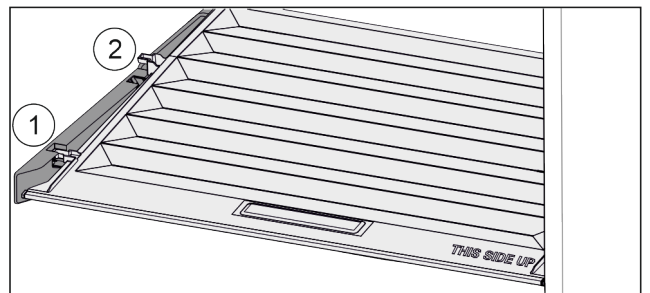

Fig. 48
- ▶ Deksel tot de opening in de vasthouddelen naar voren trekken Fig. 48 (1).
- ▶ Aan de achterkant vanaf de onderkant omhoog tillen en vanaf de bovenkant verwijderen Fig. 48 (2).